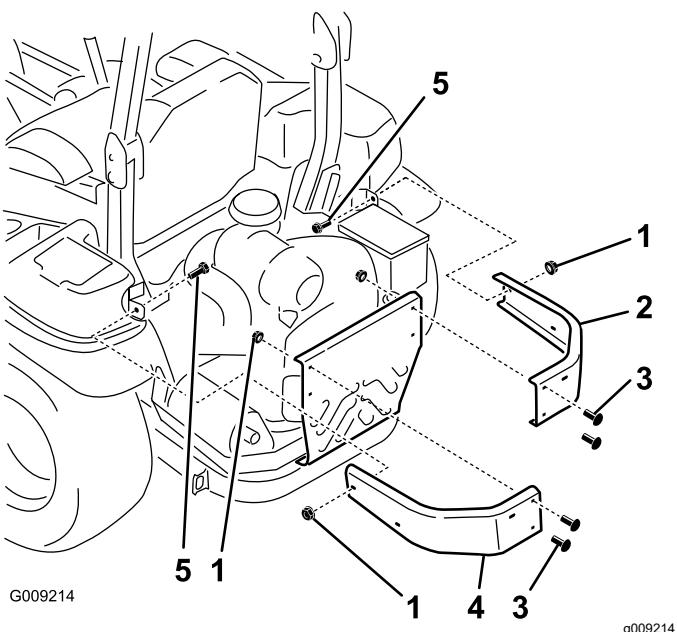

Bild 5
1. Entfernen Sie die Muttern und Schrauben, mit denen die seitlichen Stoßstangen an der Maschine befestigt sind (Bild 5).
2. Montieren Sie die neuen linken und rechten Stoßstangen mit 2 Schlossschrauben (3/8" x 1 1/4"), den vier vorher entfernten Schlossschrauben und sechs Bundmuttern (3/8"), wie in Bild 5 abgebildet.